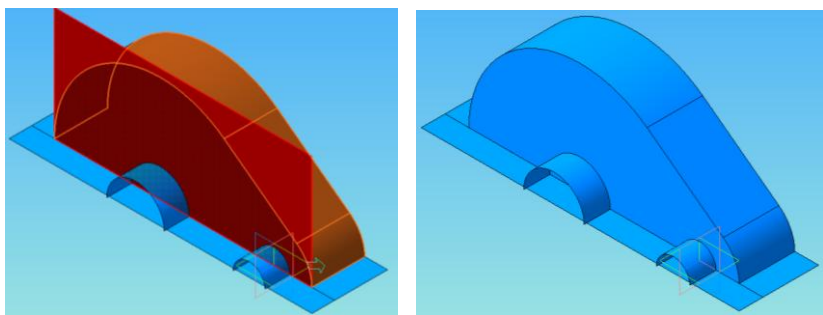

Рис.9 – Виконання операції «Усічення поверхні»
11. Виконати усічення зайвих ділянок поверхні, для цього виділити відповідну поверхню, натиснути кнопку *Усечение поверхности*, на панелі властивостей натиснути кнопку *Секущий объект*, вказати об'єкти, з якими по лінії перетину здійсниться усічення поверхні. При потребі зміни напрямку натиснути кнопку *Сменить направление* на панелі властивостей (Рис.9).